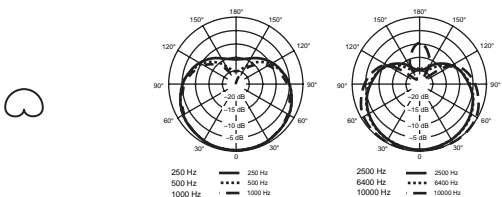

図 3. 標準カーディオイド指向特性
**カーディオイド**。マイクロホンの前面の音に対する感度が最も高く、背面の音に対する感度が最も低くなっています。カーディオイドはライブシーン用途に最も一般的に使用されます。若干幅広のピックアップパターンにより、オフアキシスの音をより寛大にピックアップします。図 3 を参照してください。